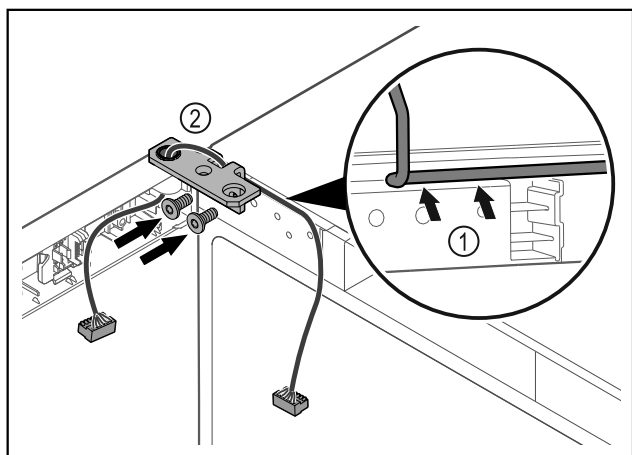

Fig. 41
- Vadiet kabeli caur lokāmā kronšteina padziļinājumu un uzmanīgi izvietojiet Fig. 41 (1).
- Pieskrūvējiet lokāmos kronšteinus Fig. 41 (2).